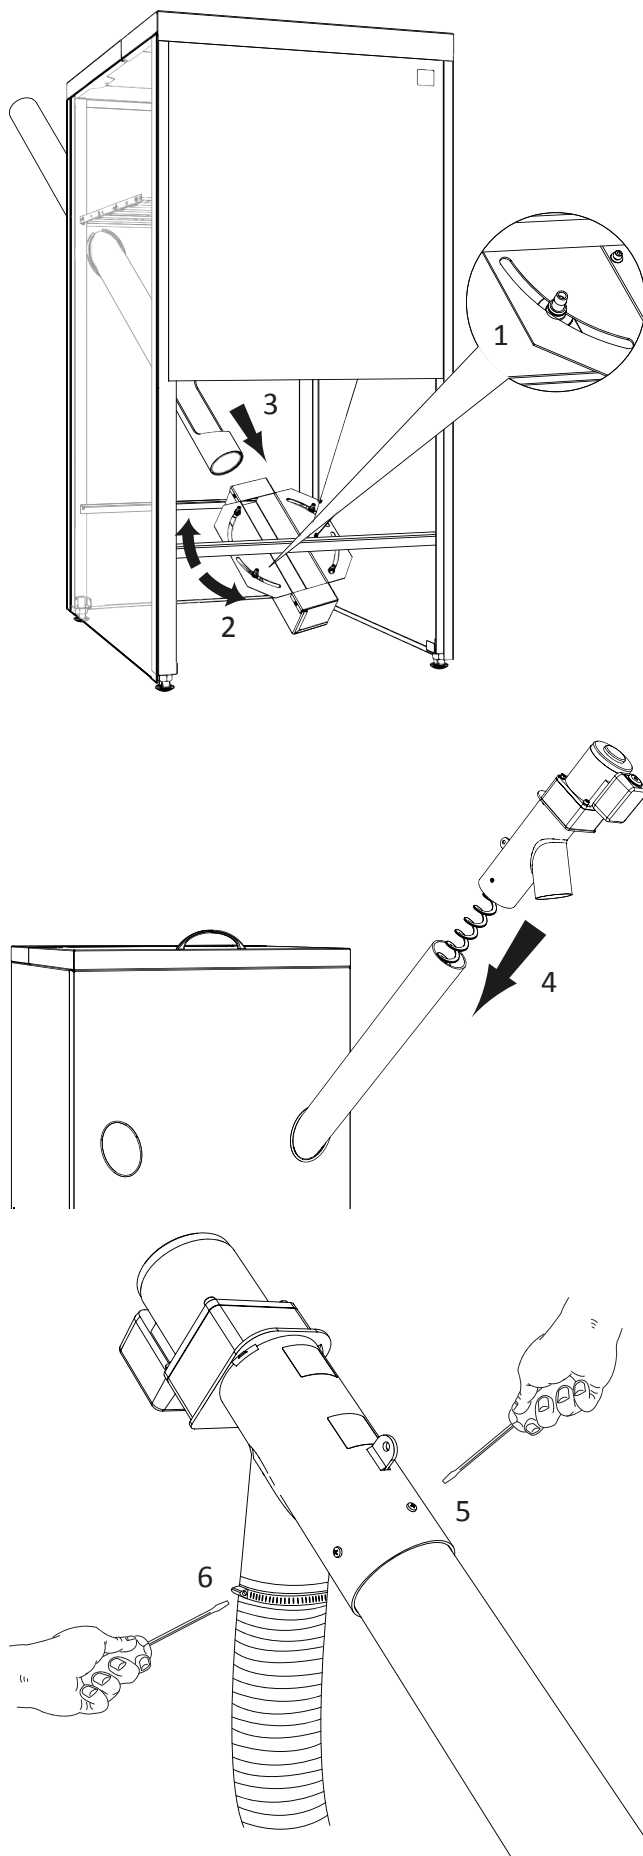

Fig. 8 Installation af sæt
2. Løsn fastgørelsesskruer af magasinets drejeregreb (Fig. 8 position 1) og drej grebet maksimalt til venstre eller højre – afhængig af sneglens placering (Fig. 8 position 2).
3. Indfør sneglens transportrør i den tidligere lavet montageåbning (Fig. 8 position 3) (for en præcis indstilling) derefter strammes skruerne på drejeregbet.
1. Indfør sneglens spiral i transportrøret (Fig. 8 position 4).
3. Monter den fleksible plastslange til sneglens forbindingsled og til brænderens påfyldningsrør ved hjælp af spændebånd (Fig. 8 position 6).
5. Efter bestemmelsen af den optimale hældningsgrad af sneglen, bor for i plastrøret ved hjælp af det vedlagte bor derefter stram dem ved hjælp af de vedlagte skruer (Fig. 8 position 5).